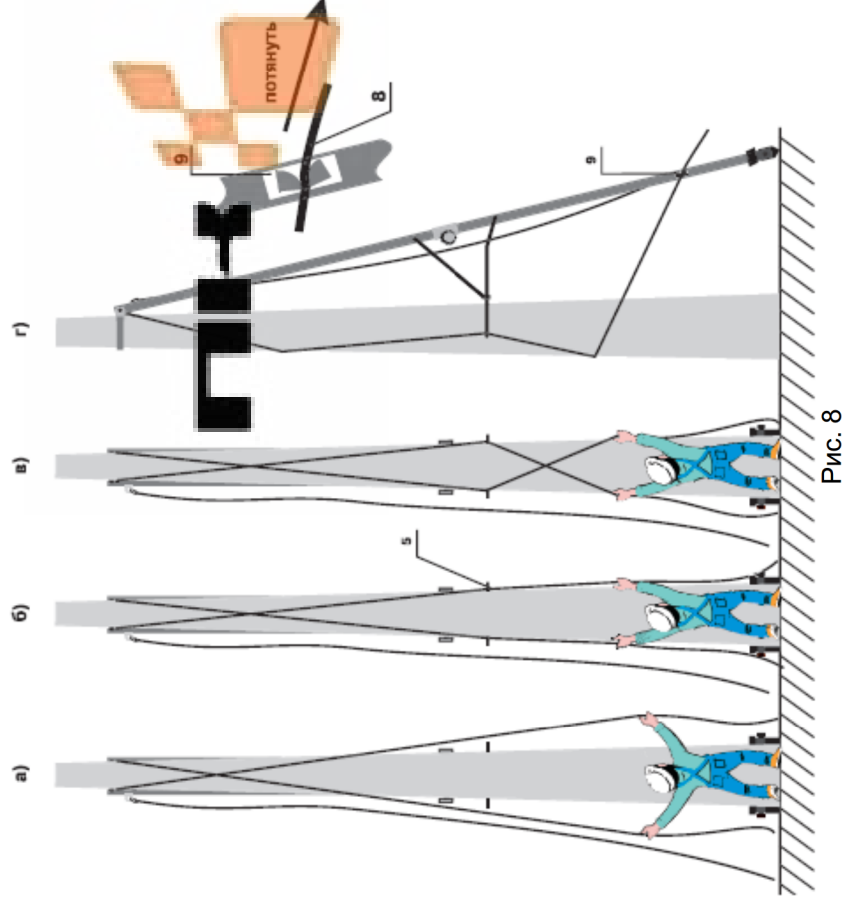

Рис. 8
- а) обхватить опору стропами (8) крест-накрест (см. рис. 8 а);
- б) завести стропы в крюки (5) (см. рис. 8 б);
- в) еще раз обхватить опору стропами крест-накрест (см. рис. 8 в);
- г) свободные концы канатов завести в зубчатые натяжители (9), натянуть и зафиксировать (см. рис. 8 г).